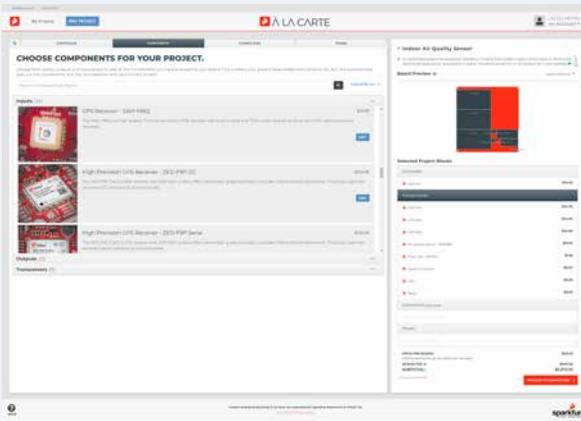

Bild 5. Wählen Sie Ihre Komponenten!
- Diese Komponenten sind rechts in **Bild 5** eingetragen.